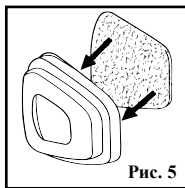

Рис. 5
1. Установите фильтр в держатель FEZ01. Убедитесь, что фильтр находится в расправленном состоянии. (Рис. 5)